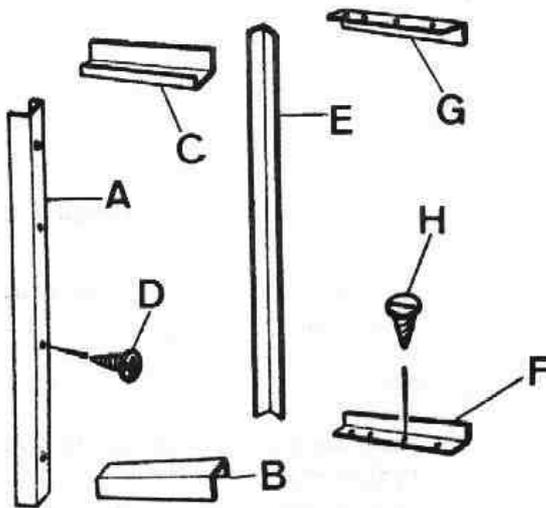

Fig. Q-28 Desmontaje del cristal fijo
4.3.2. Desmontar los remates, A, B y C (Fig. Q-28) soltando sus tornillos, D, de fijación.
4.3.3. Desmontar los junquillos, E, F y G (Fig. Q-28), soltando sus tornillos, H, de fijación.